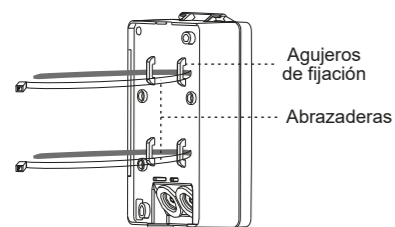

FIG.7
3.3.2 Montaje sobre poste (ver FIG.7)